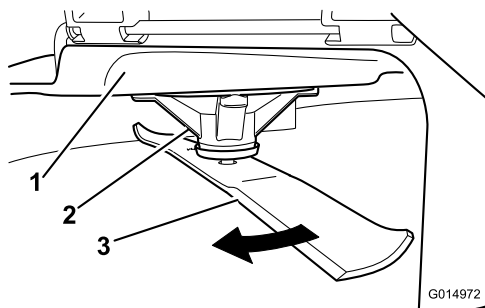

Figura 53
2. Llevando guantes fuertemente acolchados u otro tipo de protección apropiada para las manos, gire la cuchilla a medir lentamente hasta una posición que permita medir eficazmente la distancia entre el filo de corte y la superficie nivelada en la que descansa la máquina (Figura 53).